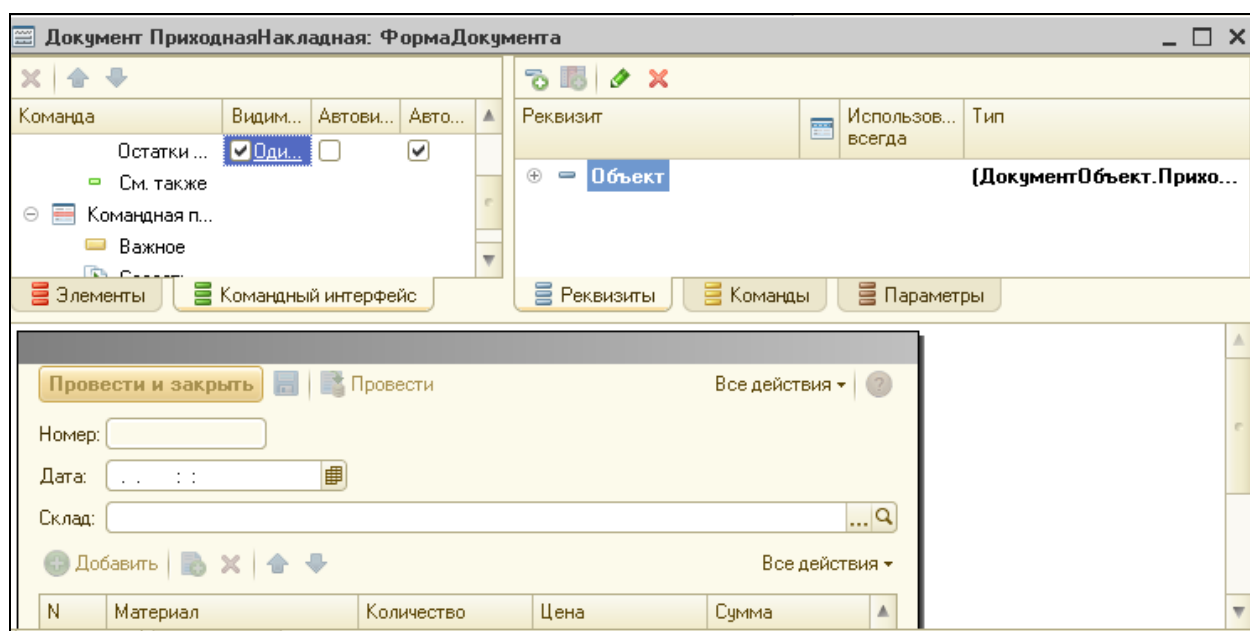

Рисунок 3.7 Командный интерфейс формы документа
1. В режиме конфигуратора открыть документ **Приходная накладная**, на закладке **Формы** открыть форму документа **Приходная Накладная** (рис.3.7).